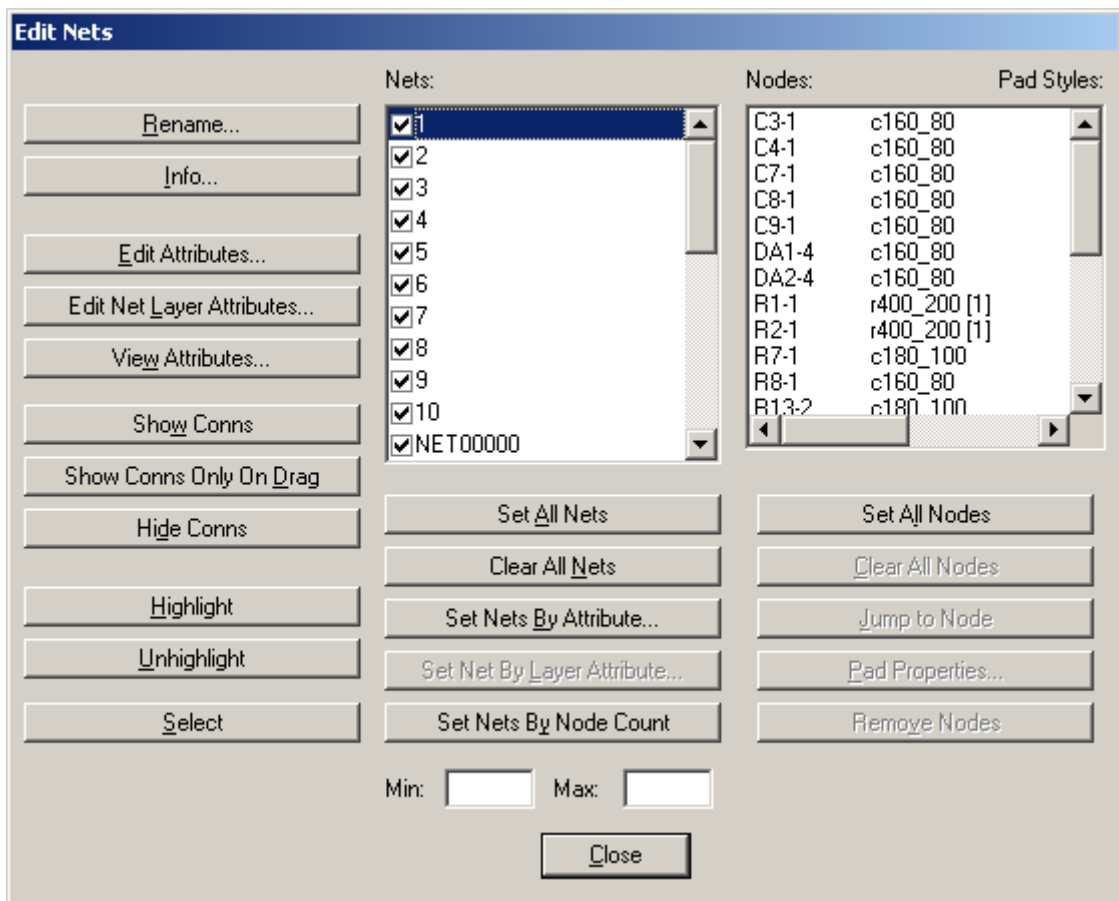

Рис. 4 Окно команды **Edit Nets**
- 4.2 Выполните команду **Edit→Nets**. Перед вами откроется окно, изображенное на рис. 4.